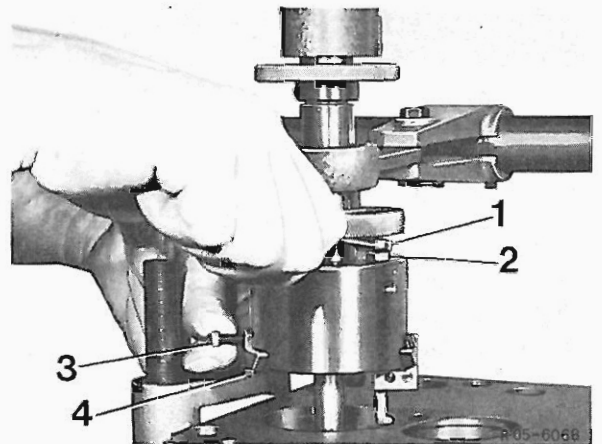

Bild 6
7 Schraube der Schnellverstellung (1, Bild 6) zurückdrehen, bis Drehstahl an Ventilsitzring herangebracht ist, jedoch noch nicht ansteht. Kontermutter (2) festziehen. Horizontalanschlagschraube (3) bis zum Anliegen am Gehäuse eindrehen und anschließend 2 bis 3 mm zurückdrehen. Die darunter angebrachte Klemmschraube (4) festziehen (Bild 6).